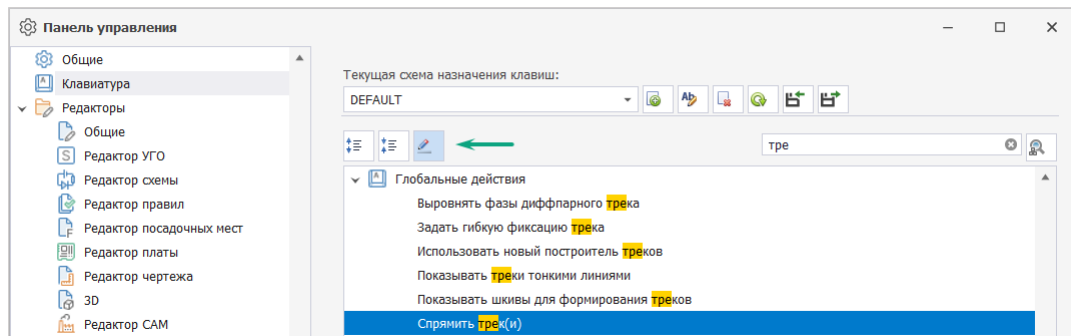

Рис. 38 Переход к назначению быстрой клавиши
2. Выберите действие, для которого необходимо назначить клавишу и нажмите , см. Рис. 38.